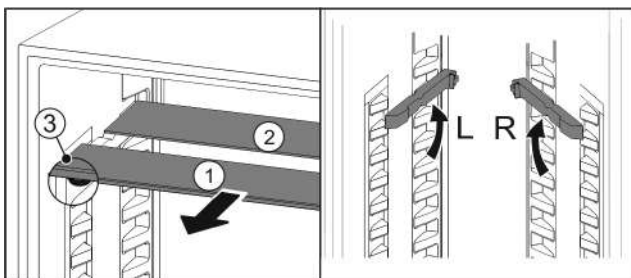

Fig. 96
- Retire las planchas de cristal individualmente hacia delante Fig. 96 (1).
- ▷ La placa de vidrio Fig. 96 (1) con moldura está situada delante.
- ▷ Los topes Fig. 96 (3) miran hacia abajo.